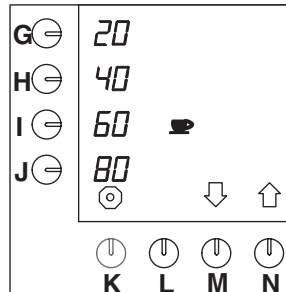

Abb. 35 Ändern der vorprogrammierten Wahl-tasten für Tassen
- Drücken Sie auf die Wahl Taste (N.)↑, bis Abb.35 im Display erscheint.